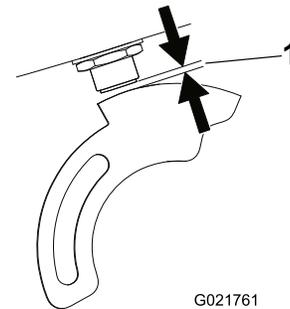

Figure 15
- À l'aide des écrous de blocage, montez ou abaissez le contacteur de proximité jusqu'à ce qu'un espace de 3,8 à 4,3 mm sépare le plongeur du contacteur et la plaque sensible (Figure 15).